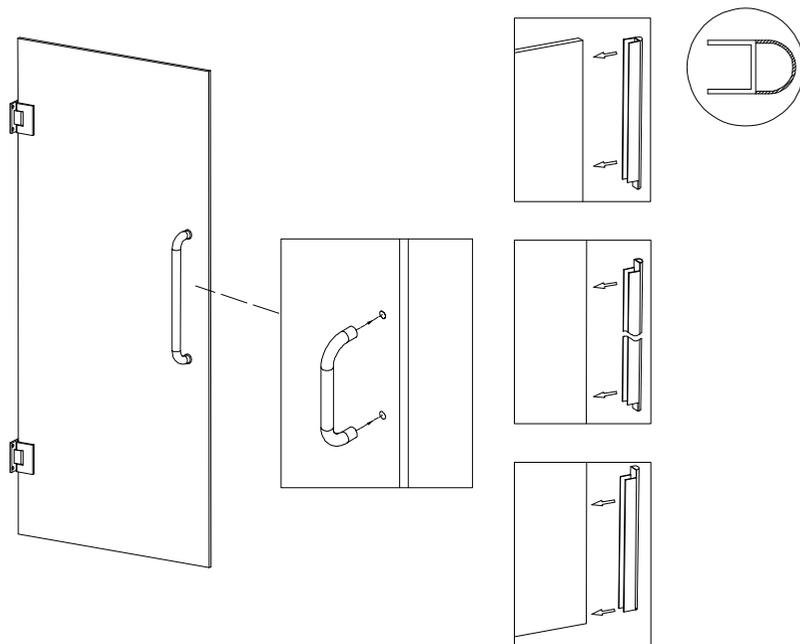

Fig. 3
2. Mesurer précisément la partie inférieure du Panneau de Verre (01) à partir de la Bande Étanche Latérale (05) jusqu'au bord vertical du côté de la Poignée (02). En utilisant cette mesure, couper Bande Étanche Latérale Inférieure (06) pour créer une entaille de 3/8" à l'intérieur de Bande Étanche Latérale Inférieure,
ATTENTION : Lorsque la porte est fermée, le côté de la poignée de porte en verre doit être serré contre Bande Étanche (06) le long du bord vertical. Référer à la figure 3 pour plus de détails.